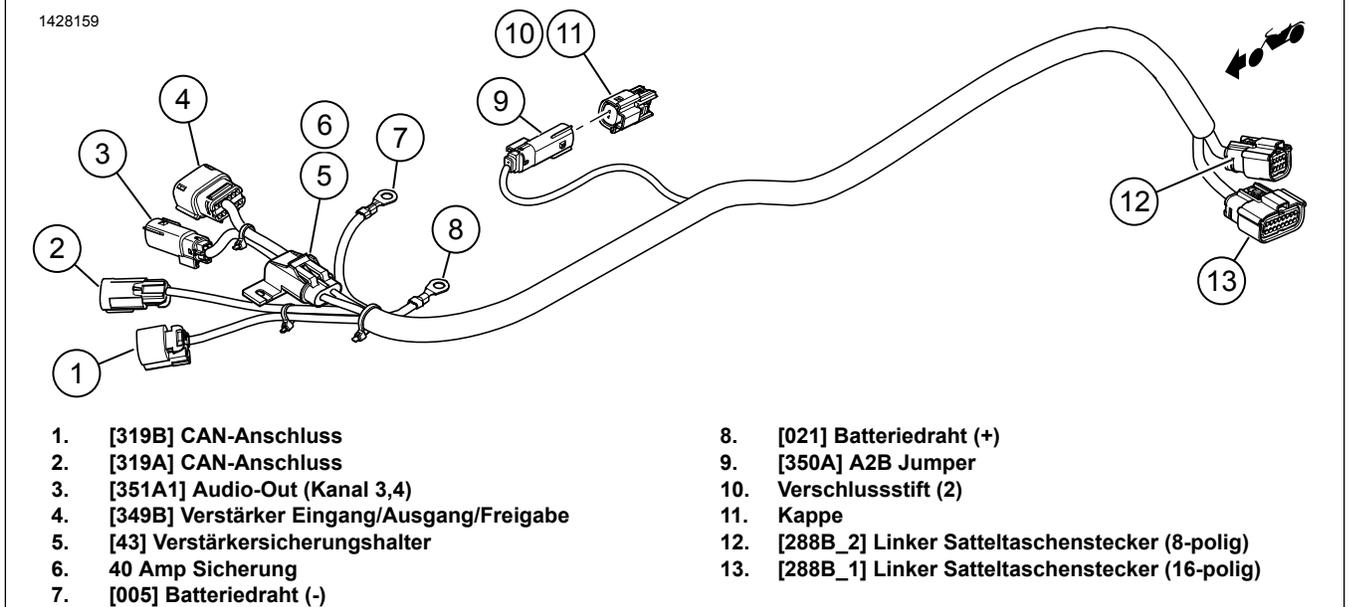

Abbildung 13. Externe Kabelbaum-Steckverbinder (2017 und höher)
Siehe Abbildung 13. Wenn **KEIN** Sekundärverstärker eingebaut wird, die Verschlussstifte (10) in die Kappe (11) einbauen und den Steckverbinder [350A] (9) anschließen.
Informationen zu den externen Kabelbaum-Steckverbindern ab 2017 finden sie auch in Abbildung 13 .